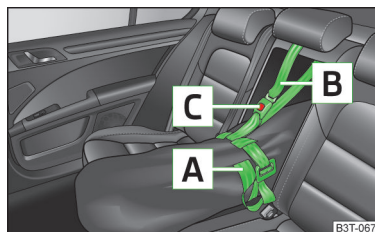

Fig. 97
- Strângeți banda **A** de capătul liber, în jurul schiurilor, în fața legăturilor » **fig. 97**.
- După încărcarea cu schiuri, sacul de transport trebuie asigurat cu centura de fixare **B** » **fig. 97**.